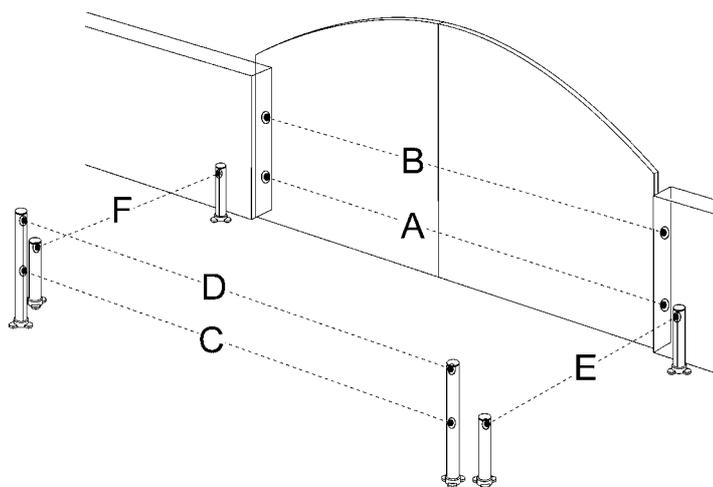

Figure 61
À tout moment, il est possible d'installer d'autres photocellules en plus de celles qui sont fournies de série avec WK2. Dans un automatisme pour portails à 2 battants, il est possible de les placer suivant les indications de la Figure 61
- 2 Identifier la position dans laquelle elles sont installées suivant la Figure 61 et effectuer la connexion volante suivant le Tableau 11.